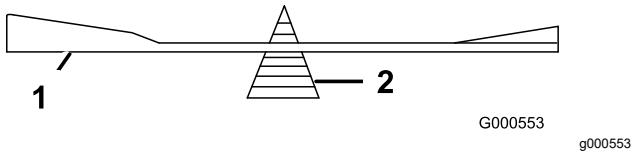

Figure 68
2. Vérifiez l'équilibre de la lame en la plaçant sur un équilibrage (Figure 68).